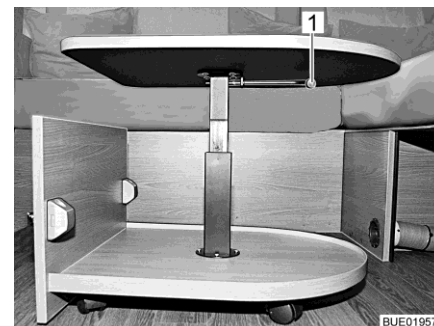

Bild 132 Couchtisch, ausgefahren
- Verriegelungshebel (Bild 132,1) um 90° nach unten drehen.